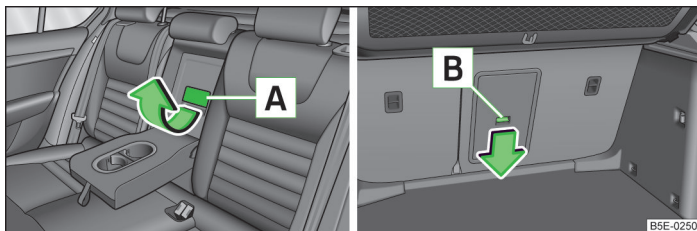

Fig. 77 Sedili posteriori: maniglia del coperchio / Bagagliaio: tasto di sbloccaggio
- Tirare la maniglia **A** » fig. 77 nella direzione indicata dalla freccia e abbassare il coperchio.
- Spingere il tasto di sbloccaggio **B** » fig. 77 nella direzione indicata dalla freccia e ribaltare in avanti il coperchio con il bracciolo.
Accertarsi che dopo la chiusura il bracciolo sia sempre bloccato nella sua sede. Il bracciolo è correttamente bloccato quando l'area rossa sopra il tasto di sbloccaggio **B** » fig. 77 non è visibile dal bagagliaio.